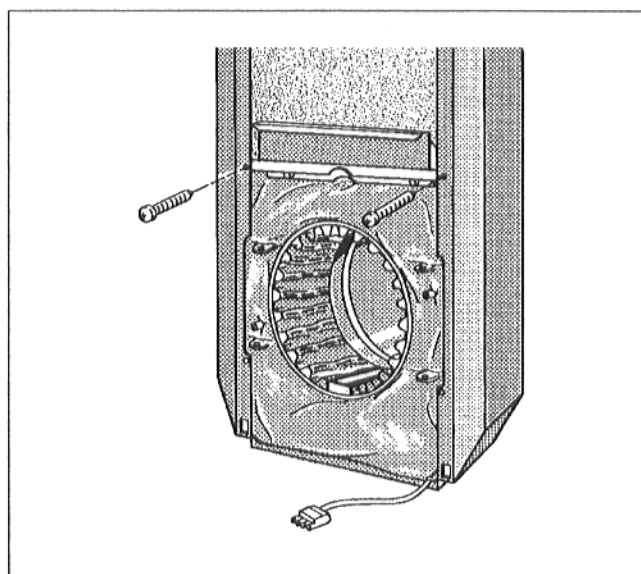

Fig. 10
- Fissare sulla traversa i pannelli laterali anteriormente e posteriormente con viti autofilettanti (Fig. 10).